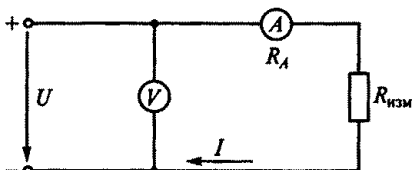

Рис. 170
5.36.Р. В схеме, показанной на рис. 170, вольтметр показывает 1 В, а амперметр 0,1 А. Сопротивление амперметра $R_A = 0,1$ Ом. Каково измеряемое сопротивление $R_{изм}$?